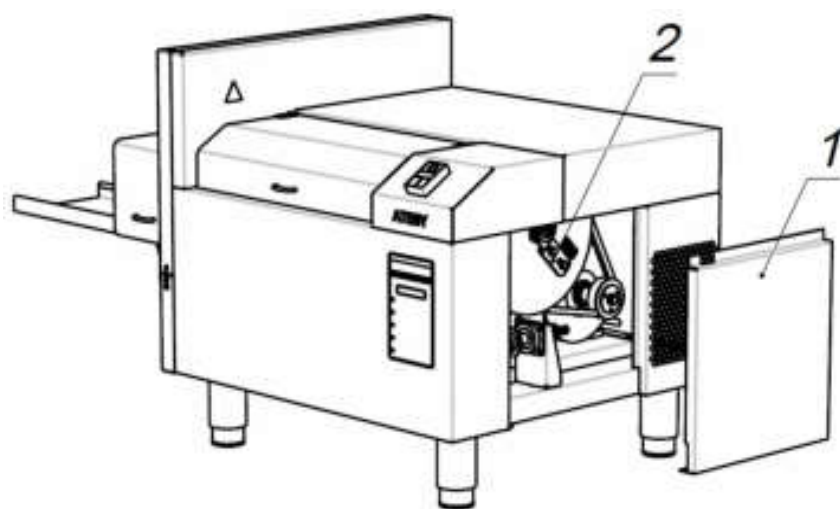

Рис.4
5.2. В начале работы необходимо соблюдать следующий порядок (рис.4):